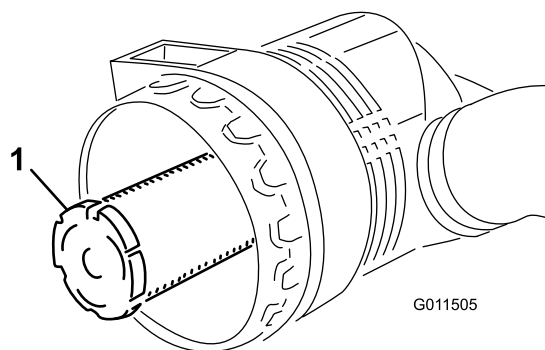

Figure 46
**Important:** N'essayez jamais de nettoyer l'élément de sécurité (Figure 46). Remplacez l'élément filtrant de sécurité une fois sur trois, quand vous effectuez l'entretien du préfiltre.